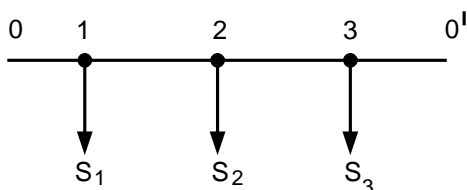

Рисунок 18
1. Сделав разрез по источнику питания, кольцевая линия преобразуется в линию с двухсторонним питанием (рис.18).
2. По формулам (32) и (33) находим сопротивления участков линии